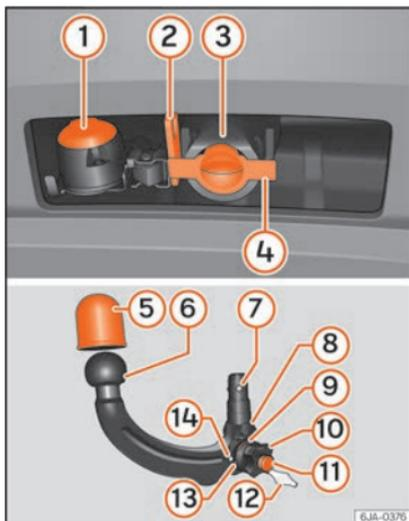

Fig. 233 Supporto del dispositivo di traino per il rimorchio/barra a testa sferica.
Legenda » fig. 233
- Rimuovere il tappo del foro della bussola di serraggio (4) »» fig. 233 tirando verso il basso.
- Collocare il tappo del foro della bussola di serraggio ❷ »» **fig. 233.**